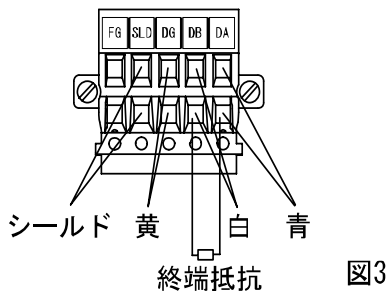

図3
(3) CC-Link システムでは使用するケーブルにより接続する終端抵抗が異なります。(下表、図 3 参照)